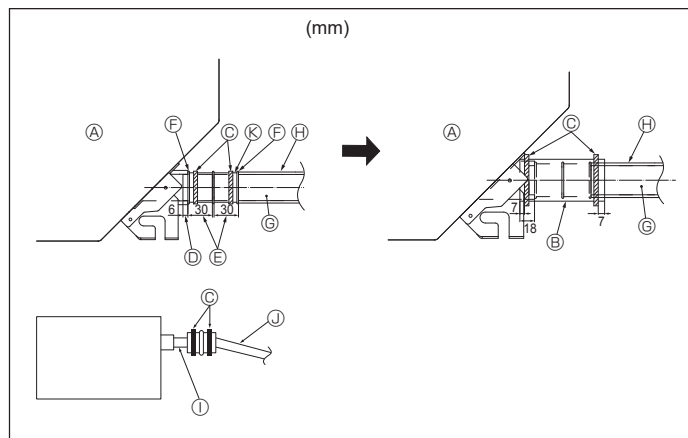

Fig. 5-2
1. Sluit de aftapbus (meegeleverd met het apparaat) aan op de afvoeropening. (Fig. 5-2) (Bevestig de bus met behulp van PVC-plakband en zet deze stevig vast met behulp van een band.)